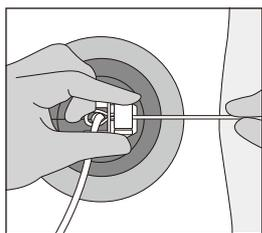
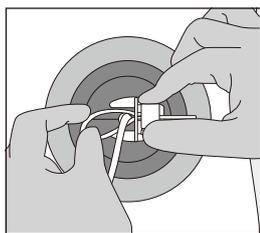

図6
図7
- チューブ固定クランプの本体部をつまみ、強く押さえながら、チューブ固定ストラップを押し戻して緩めます(図6)。そのままチューブ固定ストラップを押しチューブ固定クランプから完全に出してチューブから外します(図7)。